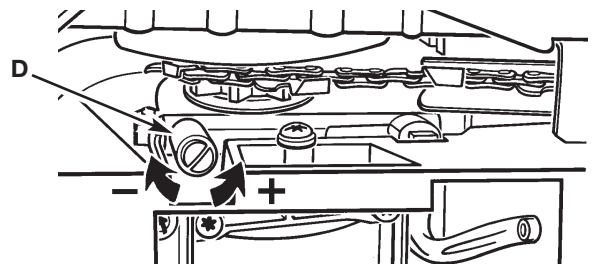

Fig. 11
Su sierra-de-cadena esta equipada con un sistema de aceitador automático de engranes. El aceitador automáticamente reparte la cantidad apropiada de aceite a la barra y cadena. Al mismo tiempo que la velocidad aumenta, de manera que el aceite fluye al cojin de la barra. La cantidad de aceite que fluye hacia la barra y cadena puede cambiarse girando el tornillo de aruste (A) como se muestra en la Fig. 11. Gire el tornillo de izquierda a derecha para DISMINUIR el flujo de aceite y de derecha a izquierda para AUMENTAR el flujo.